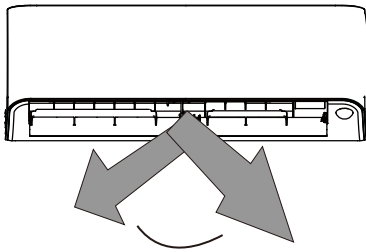

Fig. 15 Position horizontale du volet
1. Appuyez une fois sur **SWING ↔** (débit d'air vers la gauche/vers la droite) sur la télécommande pour activer le volet. Chaque fois que vous appuyez sur **SWING ↔** (débit d'air vers la gauche/vers la droite), le volet se déplace de 6 degrés. Appuyez sur **SWING ↔** jusqu'à ce que la position souhaitée soit atteinte (voir fig.15).